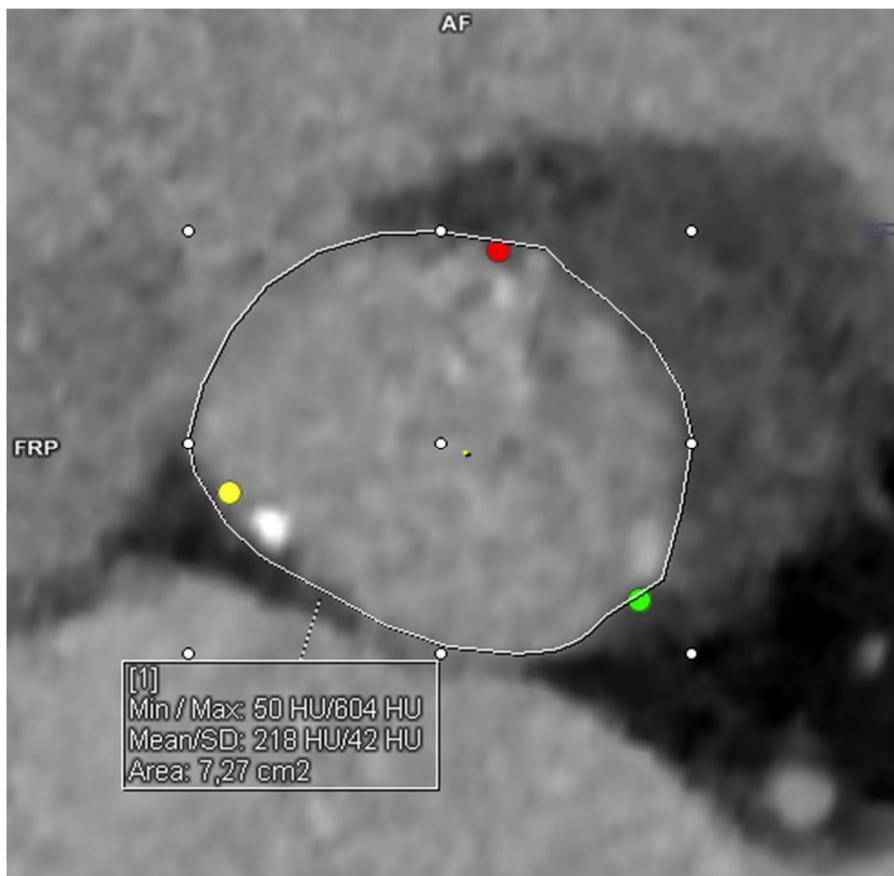

Abb. 2: MPR-Beispiel für korrekte manuelle Messung mit der Funktion „Messung ROI polygonal“
**Abhilfe:** Annulusmessungen müssen in solchen Fällen, wie in Abb. 2 gezeigt, manuell in der Annulusebene im MPR-Segment durchgeführt werden. Es können die Tools ROI polygonal und/oder Distanzlinie verwendet werden.